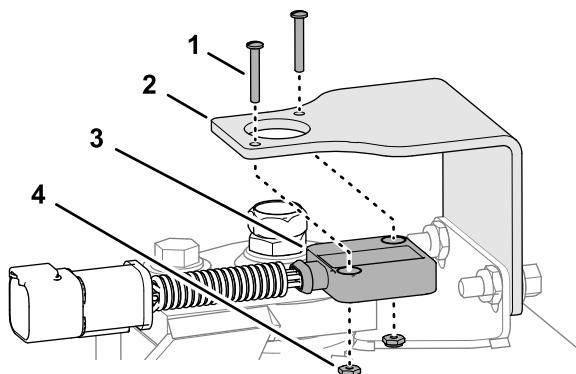

Figura 10
3. Monte o sensor de posição de direção no suporte do sensor com 2 parafusos de cabeça chata, (n.º 4 x $\frac{3}{4}$ pol.) e porcas de bloqueio (n.º 4), e aperte os parafusos e porcas de bloqueio (Figura 10).